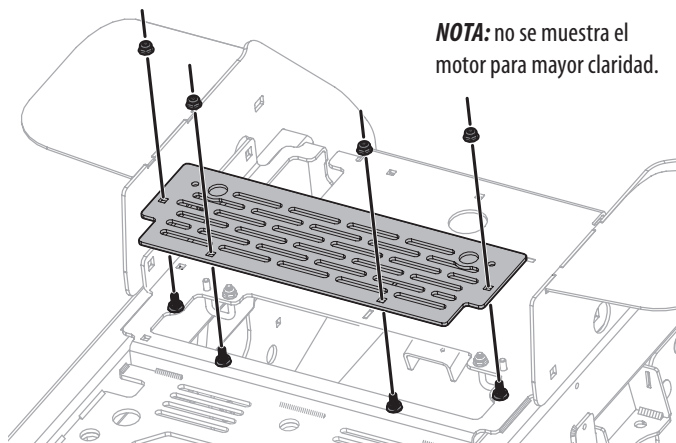

Fig. 27
1. Extraiga las cuatro tuercas y la placa de cubierta del ventilador de la transmisión (Fig. 27).